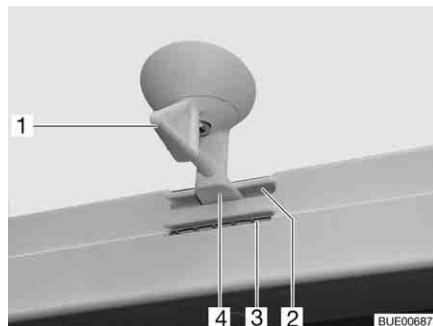
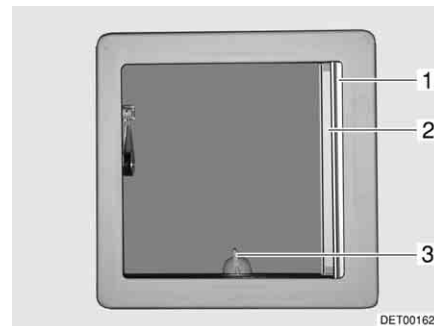

Fig. 54 Oblò inclinabile, bloccaggio
Fig. 55 Oblò inclinabile
- Ruotare la leva (Fig. 54,1 o Fig. 55,3) di un quarto di giro.
- Girare la leva di un quarto di giro. Il bloccaggio (Fig. 54,4) deve entrare nella feritoia inferiore (Fig. 54,3).
- Girare la leva di un quarto di giro. Il bloccaggio (Fig. 54,4) deve entrare nella feritoia superiore (Fig. 54,2).
- Tirare la tendina oscurante pieghevole (Fig. 55,1) fino alla posizione desiderata e rilasciare. La tendina oscurante pieghevole rimane in questa posizione.
- Estrarre la zanzariera a rullo (Fig. 55,2) fino a quando non scatta il bloccaggio dalla parte opposta.